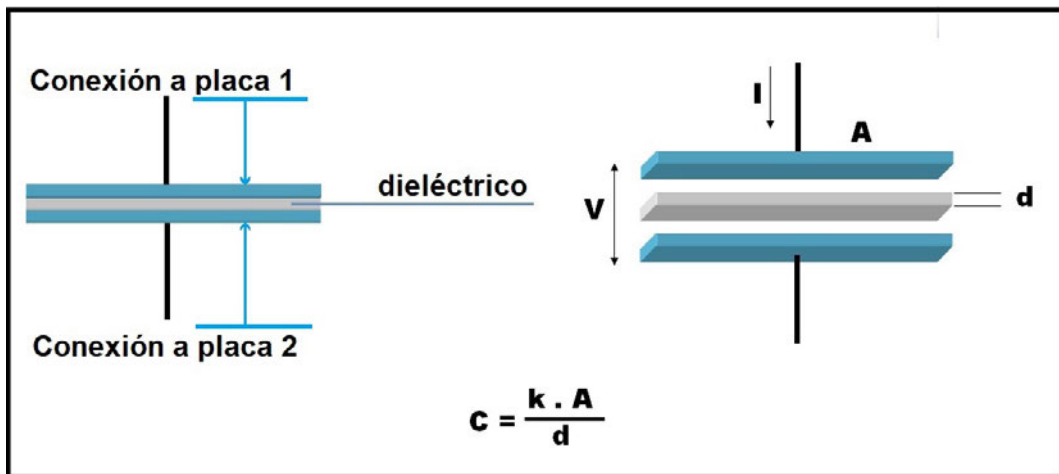

Figura 3 – Conformación de un capacitor
eléctrica, positiva en una de ellas y negativa en la otra, siendo nula la variación de carga total. El capacitor se caracteriza por su capacidad (C) y depende tal como lo muestra la ecuación incluida en la figura 3 de: